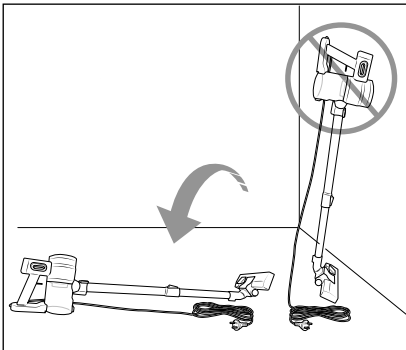

Abb. 4
- Versuchen Sie nicht den Staubsauger aufrecht hinzustellen, wenn Sie ihn zwischenzeitlich abstellen oder aus der Hand legen wollen. Setzen Sie den Staubsauger dafür in die Wandhalterung **10** oder legen Sie ihn auf den Boden (siehe Abb. 4 und 5). Der Staubsauger kann ansonsten aufgrund seines hohen Schwerpunkts umkippen und beschädigt werden und unter Umständen beim Umkippen weitere Gegenstände beschädigen.